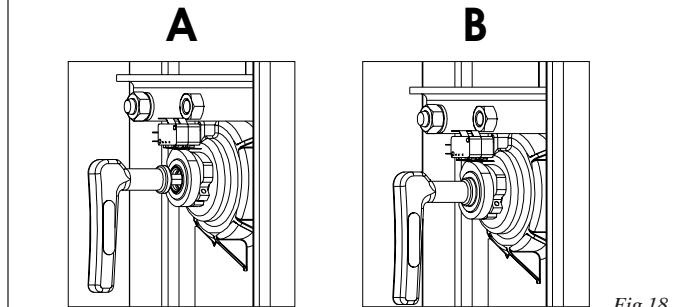

Fig.18
- Introduzcan la llave especial que se encuentra dentro del montante en el orificio de desbloqueo (fig.18 ref.A) y giren algunas vueltas en sentido horario hasta el tope mecánico.
**Atención: En la llave de desbloqueo está presente un borde circular que debe apoyarse en el árbol (fig.18 ref.B), una vez alcanzada esta posición, no continúen girando la llave de desbloqueo para no perjudicar la funcionalidad del sistema.**